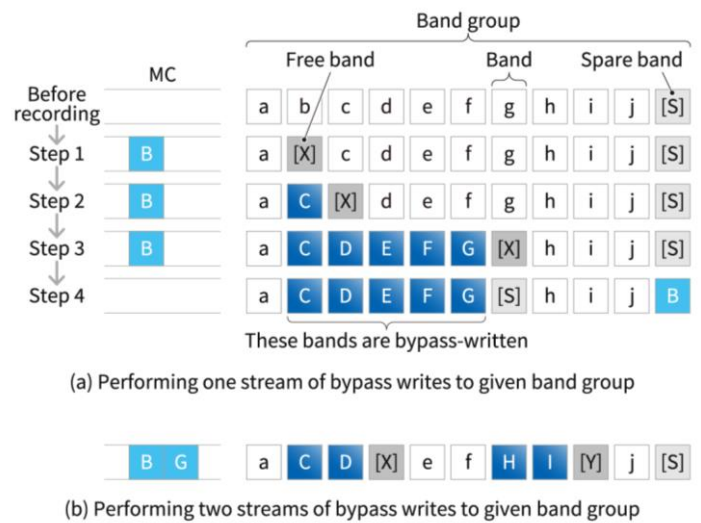

图4. Band Group中利用空闲band的bypass写入操作 - 数据被写入 MC后会生成空闲band，使用空闲band执行bypass写入。
此方法的缺点是一个band group只能针对一个数据流执行bypass写入。因此，东芝DT02-VH 系列设计为允许使用空闲band (比如，保存着过时数据且可以被覆盖的band)，而不单是备用band，这样便可以同时向指定band group进行多个bypass写入 (参见图4) (2)。
首先，让我们看看如何对band group执行bypass写入流（图 4 (a)）。字母 a 到 j 表示各个band中存储的现有数据，而 [S] 和 [X] 分别表示备用band和空闲band。
接下来我们来看看如何对同一个band group进行多路bypass写入（如图 4 (b) 所示）。在此示例中，同时执行两个bypass写入流（B-C-D 和 G-H-I）。此过程用到两个空闲band,[X]和[Y]，B 和 G 被写入 MC 时生成这两个空闲band [X] 和 [Y]，再同时以bypass方式对应的写入 C 和 H。